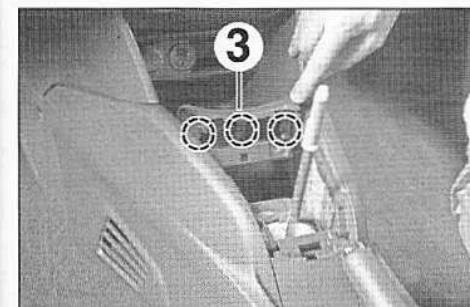

FIG.2
- Dégrafer puis déposer l'embase (3) de l'enjoliveur du soufflet de levier de vitesses (Fig.2).